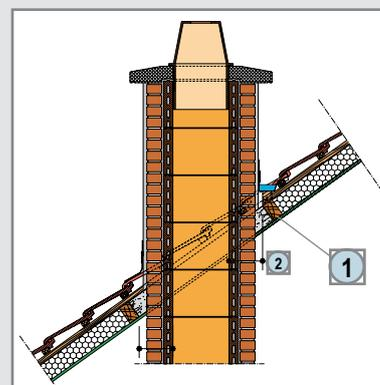

Fig. 25 : Souche de cheminée
• Souche de cheminée (fig. 25)